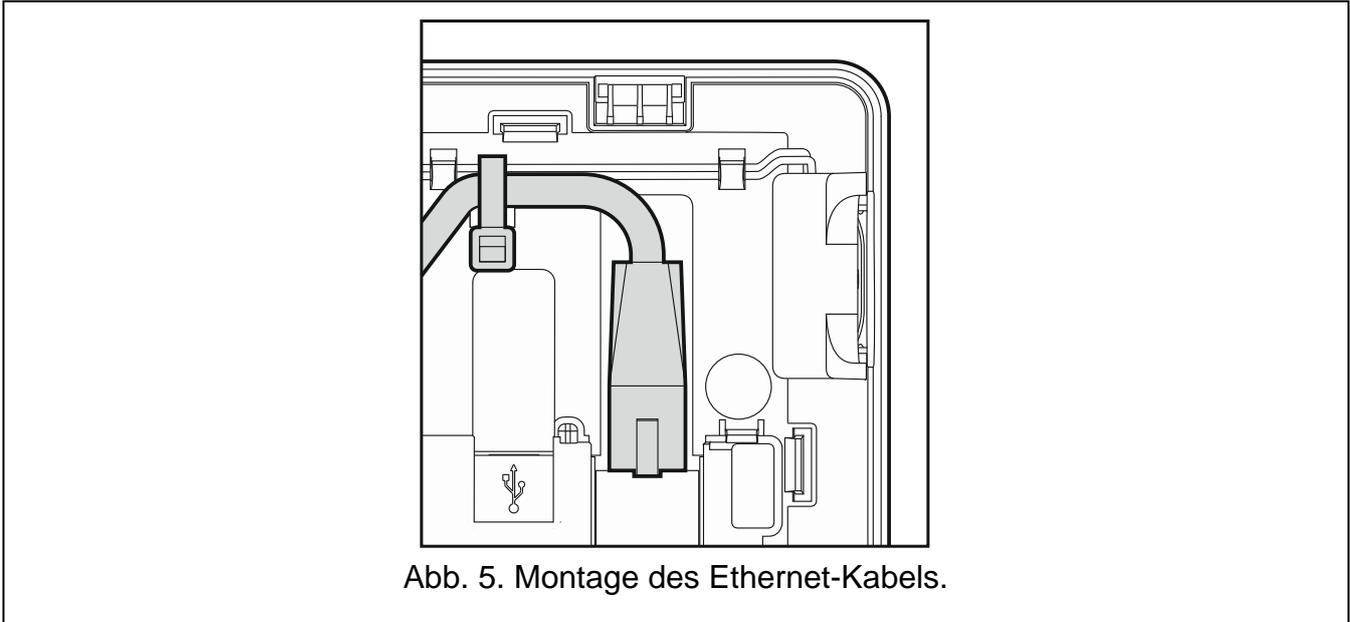

Abb. 5. Montage des Ethernet-Kabels.
11. Soll das Bedienteil ans Ethernet angeschlossen sein (soll das Bild aus Internetkameras angezeigt werden), dann schließen Sie das Kabel mit einem RJ-45 Stecker am Ende an entsprechende Buchse an. Verwenden Sie ein Kabel mit dem Standard 100Base-TX (gleich wie beim Anschluss ans Computernetz). Verwenden Sie ein flaches, elastisches Netzkabel und befestigen Sie es mit dem Kabelbinder (siehe: Abb. 5).